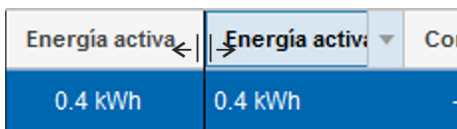

Fig. 95: Ajustar la anchura de las columnas
3. ➔ Mueva el cursor del ratón por la zona situada entre dos columnas y mantenga pulsado el botón izquierdo del ratón para ajustar la anchura de una de ellas (Fig. 95).